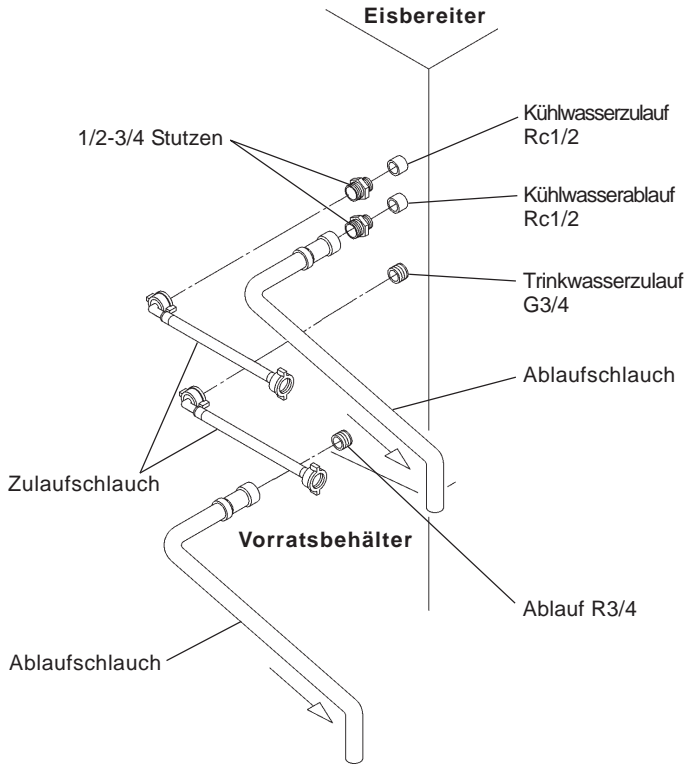

Abb. 11
[b] Anschlüsse entsprechend anderer als der WRC-Bestimmungen mittels Verwendung von Zubehörschläuchen (Abb. 11)
- 2) Zum Anschluss des Verflüssigers sind die mitgelieferten Zubehörschläuche zu verwenden. Die gleichen Verbindungen wie oben in 1) bis 3) von [a] an den freien Enden der 1/2-3/4 Stutzen wie dargestellt (Abb. 11) ausführen.